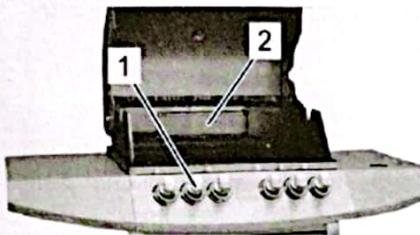

Abb. 21
6. Drücken Sie den Bedienknopf (Abb. 21/1) für den Hinterbrenner (Abb. 21/2) und drehen Sie den Bedienknopf auf das Symbol mit der großen Flamme. Dadurch gibt die Zündung einen Funken ab und der Infrarot-Hinterbrenner wird gezündet.